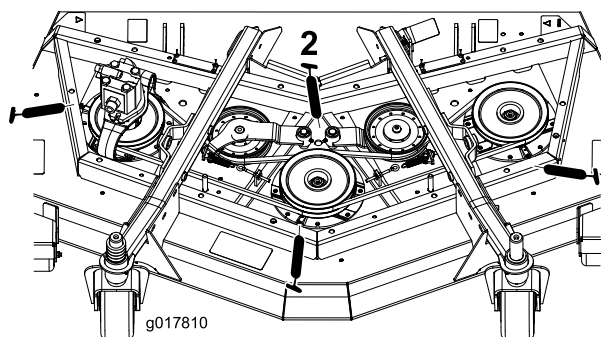

Figura 63
- Cojinetes del eje (3) (situados debajo de la polea) (Figura 63).
- Casquillos del pivote del brazo tensor (2) (Figura 63)